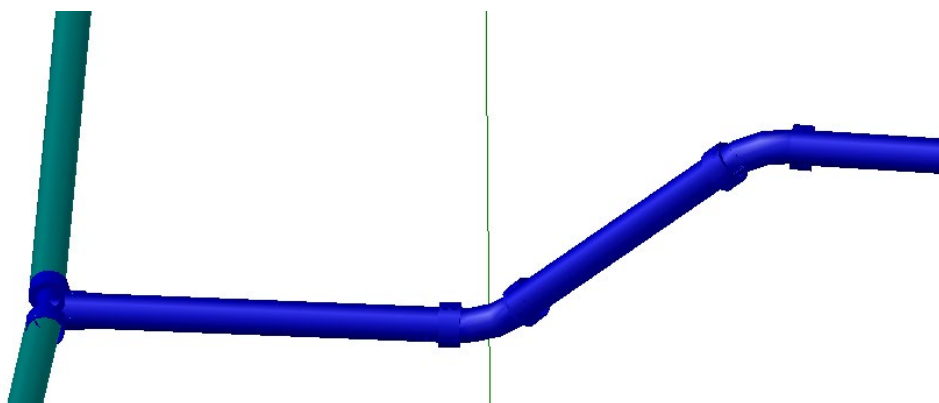

Рис. 2.11. Соединение проектируемого водопровода с существующей водопроводной магистралью в трехмерном виде
47. Выделите трубу, расположенную справа от только что созданного отвода. Щелкните по правой верхней треугольной ручке на левом конце этой трубы и перетащите ее к новому отводу. Щелкните по новому отводу, чтобы соединить с ним трубу. После этого на трехмерном виде модели можно видеть полностью завершенное проектное решение соединения между существующей и проектируемой водопроводными магистралями (рис. 2.11). Эту операцию также можно выполнить в окне трехмерного представления или в окне плана.